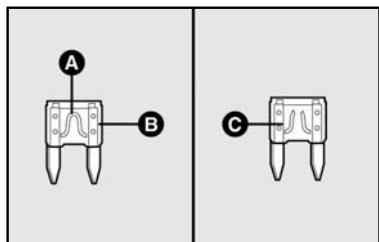

fig. 30
Quando um dispositivo não funciona, é necessário verificar a eficiência do relativo fusível de protecção: o elemento condutor **A- fig. 30** não deve ser interrompido. Em caso contrário, é necessário substituir o fusível queimado por um outro que tenha a mesma amperagem (mesma cor).
**B** fusível íntegro **fig. 30**
**C** fusível com elemento condutor interrompido **fig. 30**.